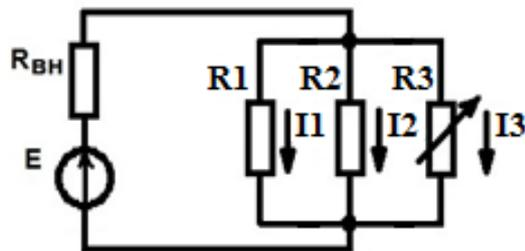

Рис. 1.40. Схема к контрольному вопросу 4
4. Как изменятся токи I_1 и I_2 , если сопротивление R_3 уменьшится (рис. 1.40)?